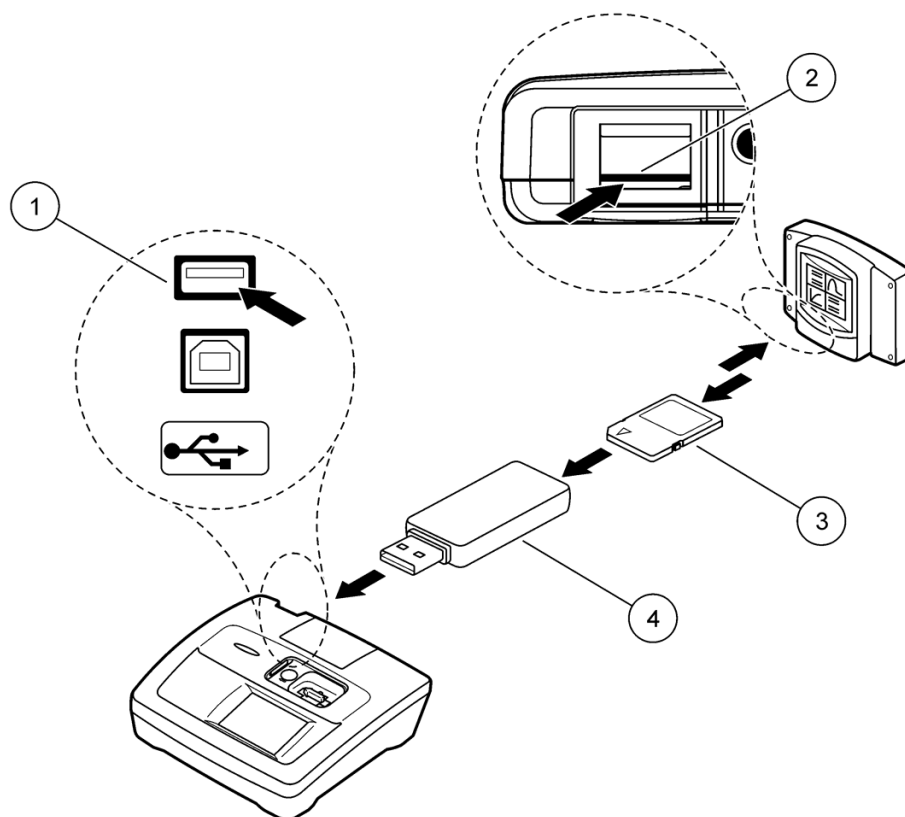

Figure 1 Exportation de données d'un transmetteur sc1000 vers le DR 3800
1. Insérez la carte SD SanDisk dans l'adaptateur USB et branchez ce dernier à l'interface USB (type A) du DR 3800 (voir Figure 1, page 49).